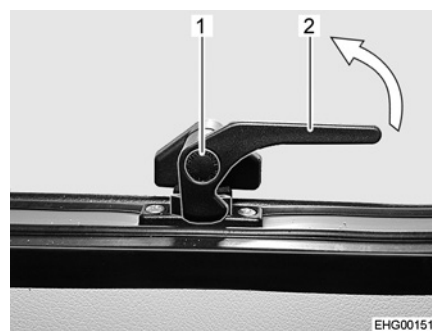

Bild 24 Verriegelungshebel, unten (Stellung "geschlossen")
- Sicherungsknopf (Bild 24,1) am unteren Verriegelungshebel (Bild 24,2) drücken und gedrückt halten.
- Unteren Verriegelungshebel (Bild 24,2) eine viertel Umdrehung zur Fenstermitte drehen.